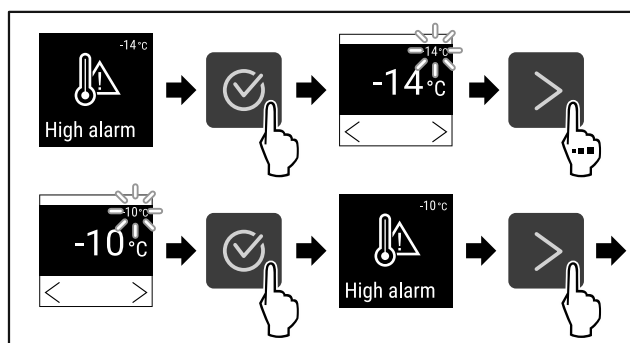

Fig. 98
- Eseguire i passi (vedere Fig. 98).